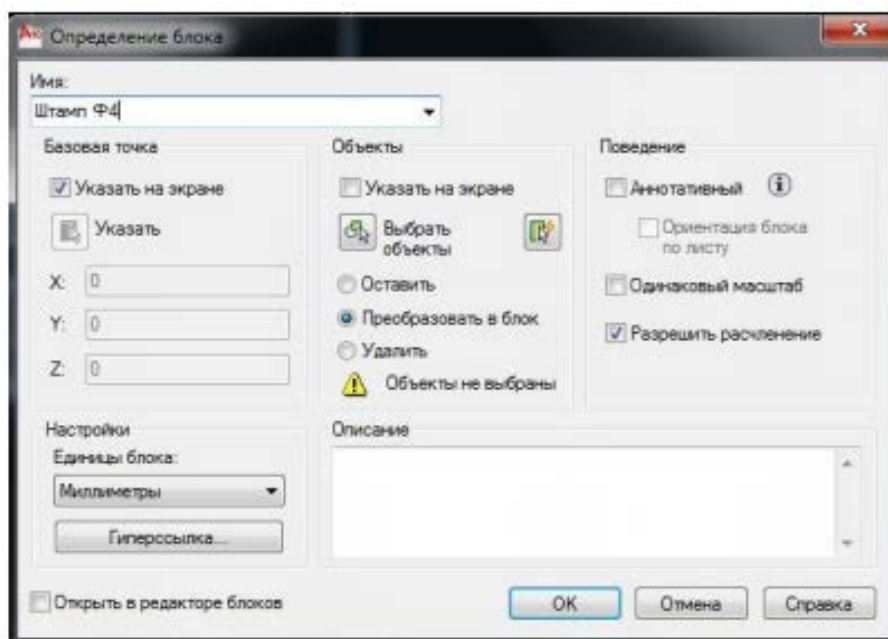

Рис. 26. Диалоговое окно «Описание блока»
- В диалоговом окне "Описание блока" ввести имя блока (см. Рисунок 26).